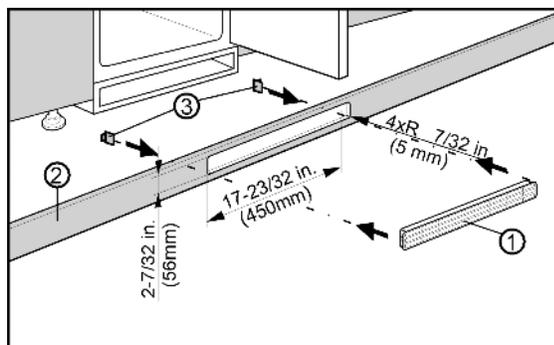

Fig. 8
L'aération à partir du bas au travers du plancher de l'élément de cuisine peut être réalisée à l'aide de la grille de ventilation Fig. 8 (3) fournie ou d'une ouverture de ventilation dont la surface de section est d'au moins 31 in² (200 cm²). Si vous utilisez la grille de ventilation jointe Fig. 8 (1), procédez comme suit :
- Placer la grille de ventilation Fig. 8 (1) dans la découpe réalisée dans le plancher de l'élément de cuisine Fig. 8 (2).
- Enchâsser les raccords encliquetables Fig. 8 (3) à partir de l'arrière dans la grille jusqu'à ce que les crochets touchent le plancher de l'élément de cuisine.